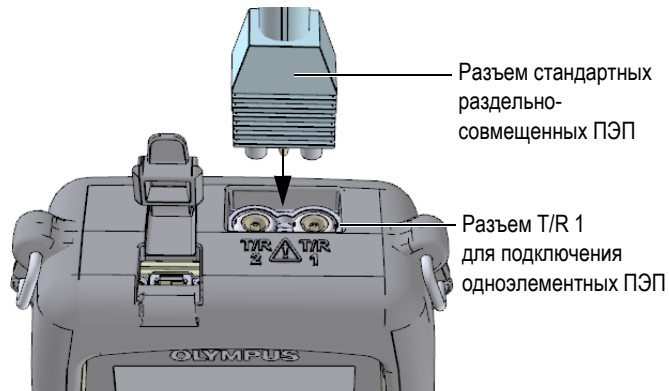

Рис. 5-1 Подключение преобразователя
1. Подключите преобразователь к разъему для ПЭП, расположенному в верхней части прибора 45MG (см. Рис. 5-1 на стр. 56); для одноэлементных ПЭП используйте разъем T/R 1.